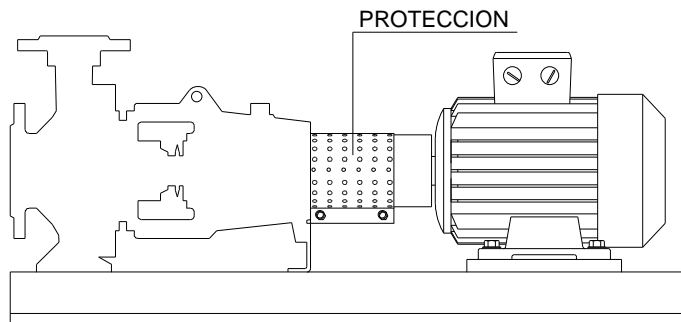

Fig. 17 - VERIFICACIÓN DEL ACOPLAMIENTO EN LA EJECUCIÓN SOBRE BANCADA
- 7 - Sacar la protección y su prolongación (si existe) quitando los dos tornillos de apriete (ver las fig. 17 y 18).